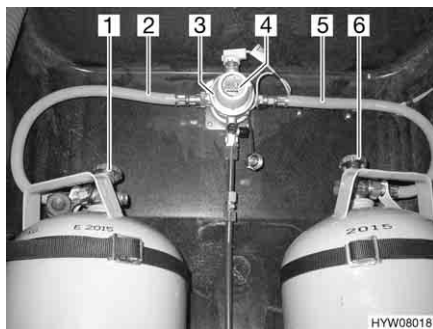
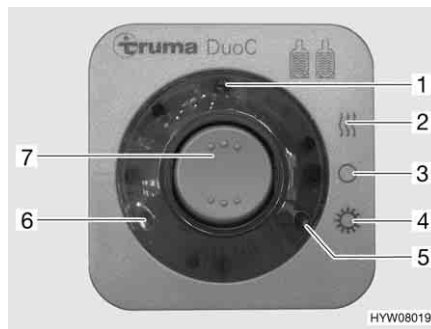

Fig. 48 Impianto di commutazione DuoControl
Fig. 49 Centralina di controllo
L'impianto di commutazione DuoControl è costituito da una valvola di commutazione (Fig. 48,3) e da una centralina di controllo (Fig. 49). La valvola di commutazione è installata tra i tubi del gas (Fig. 48,2 e 5). Con la manopola (Fig. 48,4) sulla valvola di commutazione è possibile stabilire, quale delle bombole del gas viene utilizzata come bombola in uso e quale bombola del gas viene utilizzata come bombola di riserva.
Sulla centralina di controllo (Fig. 49) possono venire azionate solo le funzioni elettriche. Le valvole principali di arresto delle bombole del gas (Fig. 48,1 e 6) devono essere aperti manualmente.
La valvola di commutazione garantisce una pressione del gas costante, indipendentemente da quale bombola provenga l'alimentazione del gas. Le due spie di controllo sulla centralina di controllo indicano il livello di riempimento della bombola in uso. Se è accesa la spia di controllo verde (Fig. 49,6), la bombola in uso è piena. Se è accesa la spia di controllo rossa (Fig. 49,5), la bombola in uso è vuota. Il rifornimento di gas avviene poi tramite la bombola di riserva.
- Aprire le valvole principali di arresto delle bombole del gas (Fig. 48,1 e 6).
- Con la manopola (Fig. 48,4) sulla valvola di commutazione (Fig. 48,3) selezionare la bombola del gas, da cui proviene la principale alimentazione del gas (bombola in uso).
- Sulla centralina di controllo (Fig. 49) attivare l'impianto di commutazione DuoControl.
Posizionare l'interruttore a bilico (Fig. 49,7) su funzionamento invernale "On e riscaldamento" (Fig. 49,2) oppure su funzionamento estivo "On" (Fig. 49,4). La valvola di commutazione è ora disareata. La spia di controllo gialla (Fig. 49,1) è accesa, se si seleziona la modalità di funzionamento invernale e l'impianto antighiaccio con regolatore è attivato.
- Portare l'interruttore a bilico (Fig. 49,7) in posizione "O" (Fig. 49,3). La spia gialla di controllo (Fig. 49,1) si spegne.
- Chiudere le valvole principali di arresto delle bombole del gas (Fig. 48,1 e 6).
Le spie di controllo sulla centralina di controllo (Fig. 49,5 e 6) segnalano all'interno del veicolo, se la bombola in uso è pronta al funzionamento.
Se la spia di controllo verde (Fig. 49,6) si spegne durante il funzionamento e la spia di controllo rossa (Fig. 49,5) si accende, significa che la bombola del gas selezionata come bombola in uso è vuota e deve essere sostituita. La bombola di riserva continua ad alimentare le utenze a gas.